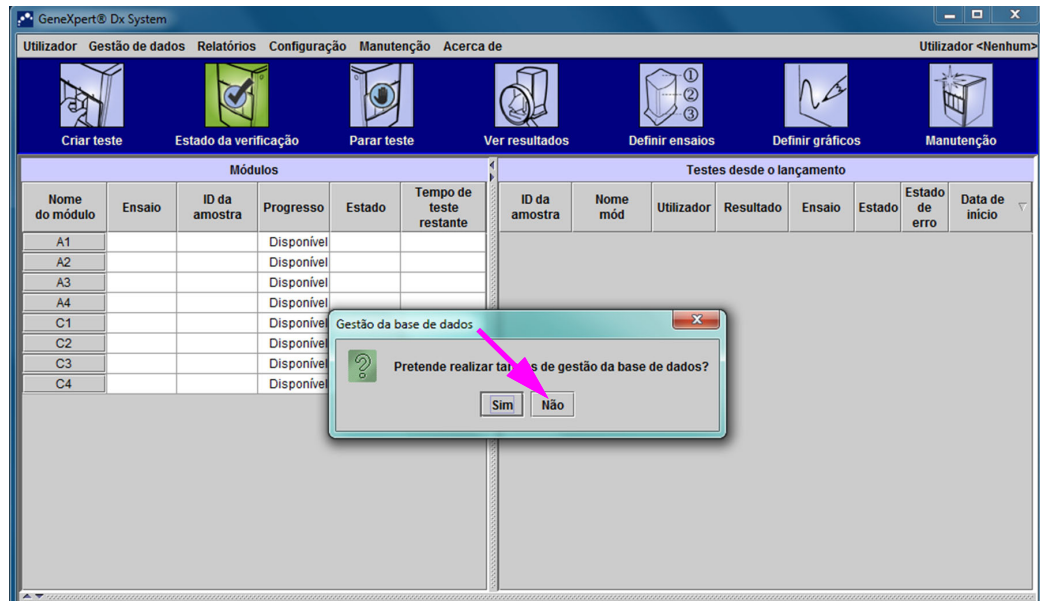

Figura 2-64. Janela GeneXpert Dx System com caixa de diálogo Gestão da base de dados sobreposta
1. Na caixa de diálogo Atribuir letra a instrumento, clique em **OK** para confirmar as letras atribuídas aos instrumentos. Quando fechar a caixa de diálogo Atribuir letra a instrumento, abre-se a caixa de diálogo Gestão da base de dados (consulte a figura 2-64).